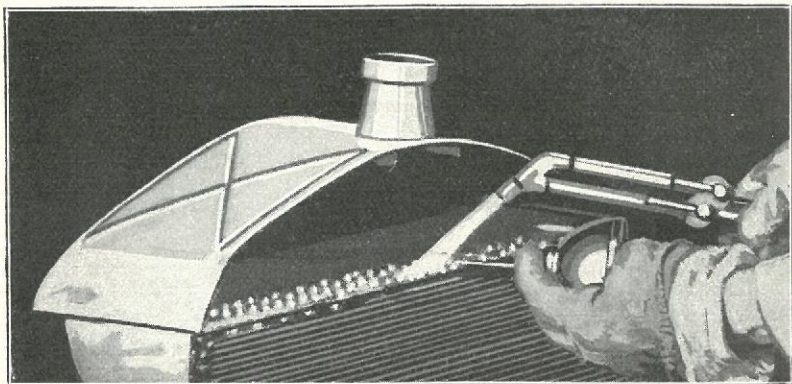

Fig. 416
- 830** Inden Forvæggen sættes paa, er det nødvendigt at lodde Rørene om. Rørene i Toppladen renses med Syre og en Børste, Til Syren anvendes en Oliekande, hvilket letter Arbejdet betydeligt (Fig. 416). Køleren anbringes derefter paa Arbejdsbænkens Støttevinkler, og Rørene loddes paa samme Maade som beskrevet for underste Vandtanks Topplade (Paragraf 815 og 816).